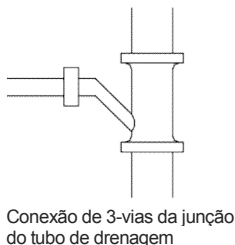

Fig. 26
(11) Devem ser tomados os cuidados quando o tubo de escoamento vertical for instalado ao tubo horizontal. O tubo horizontal não pode ser instalado na mesma altura. Podendo ser ligado conforme figura mostrada abaixo:
- a) Coloque a três junções próximas as curvas de drenagem, conforme mostrado (Fig. 26);